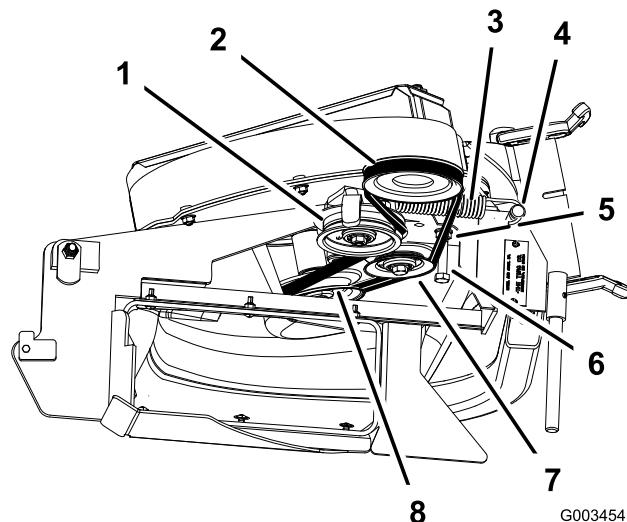

Bild 44
- Lockern Sie die Schraube der Riemenführung (Bild 44).
- Legen Sie den neuen Riemen um die Riemscheibe am Gebläse (Bild 44).
- Ziehen Sie die Schraube der Riemenführung (Bild 44) an.
9. Verlegen Sie den Riemen auf die gefederte Spannscheibe (Bild 44).